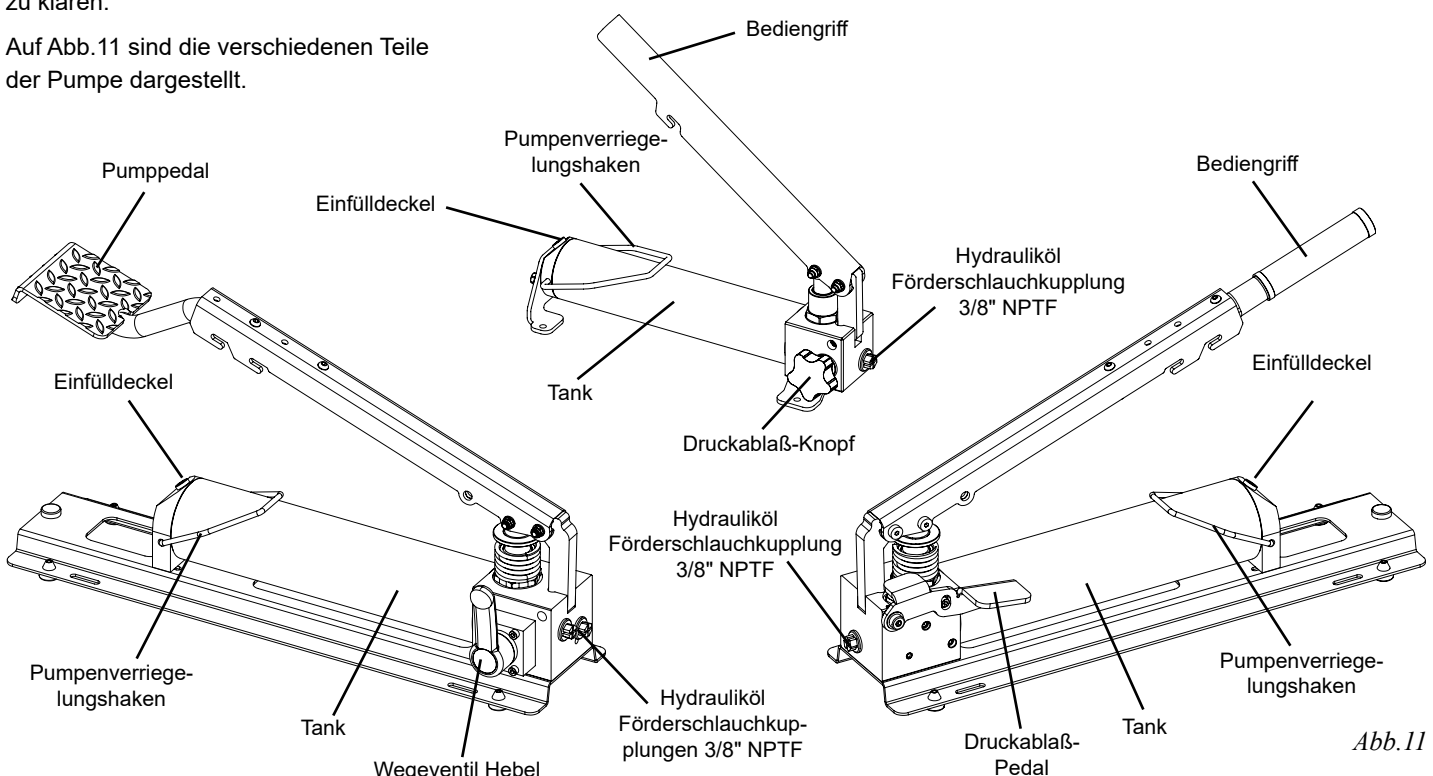

Abb.11
Auf Abb.11 sind die verschiedenen Teile der Pumpe dargestellt.
- Den Schlauch nicht verwenden, um damit verbundene Geräte zu bewegen. Zum Verstellen der Pumpe, muss sie am Betätigungshebel ergriffen werden, nachdem sie mit der entsprechenden Blockiervorrichtung blockiert wurde (Abb.11, Seite 21).